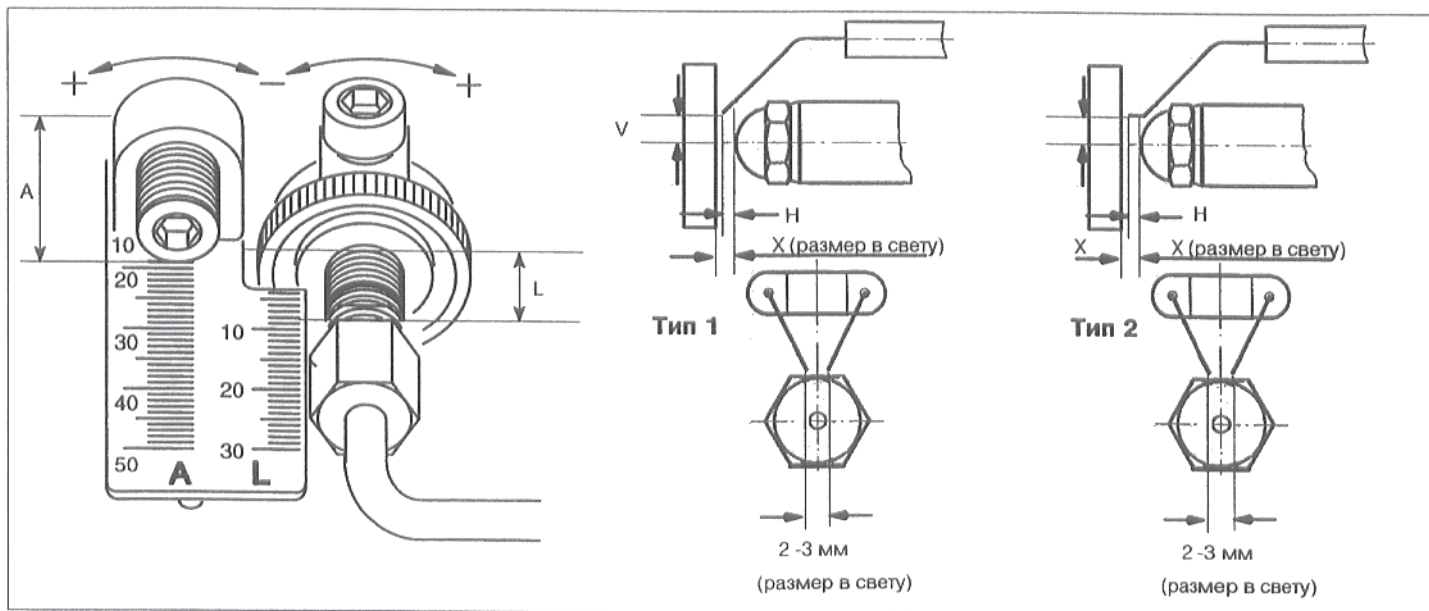

Рис.19
- 3) Тип электродов (рис. 19).